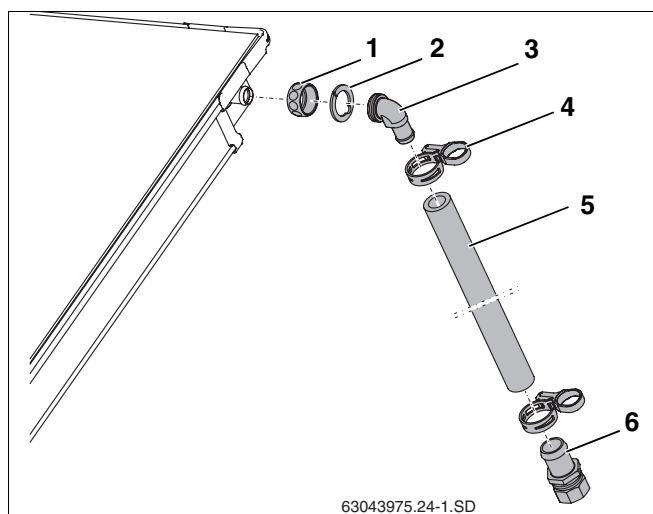

Рис. 35 Монтаж подающей линии
- Надеть накидные гайки (рис. 35, поз. 1) на штуцеры коллектора.
- Уложить зажимную шайбу (рис. 35, поз. 2) за выступ штуцера коллектора и нажать на нее.
- Надеть на штуцер угловой наконечник с кольцом (рис. 35, поз. 3), надавив на него, выровнять и затянуть накидной гайкой.
- Надеть длинный шланг (1000 мм, рис. 35, поз. 5) на угловой наконечник и закрепить пружинным хомутом (рис. 35, поз. 4).
- Вставить наконечник с зажимным кольцом (рис. 35, поз. 6) в шланг солнечного коллектора до упора и зажать пружинным хомутом.
- Подключить сборную линию к наконечнику R $\frac{3}{4}$ с зажимным кольцом (18 мм) (рис. 35, поз. 6).